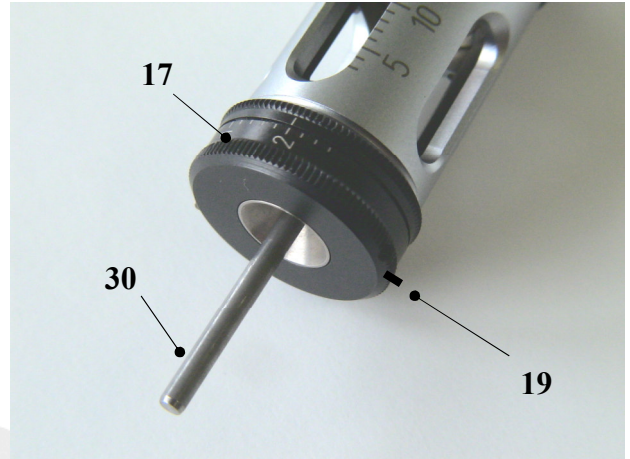

Abbildung 10
- Durch drehen der Zentrierskala **(17)** Zentrierbacken **(25)** ganz öffnen und Kalibrierstift **(30)** einlegen. Danach durch drehen der Zentrierskala **(17)** die Zentrierbacken bis auf den Kalibrierstift **(30)** schliessen Abbildung 10.